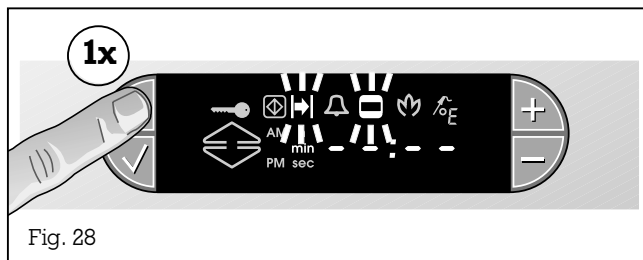

Fig. 28
- Appuyez 1 fois sur la touche ⌚ (horloge). Les symboles ⌚ (durée) et 🍲 (temps de cuisson) clignotent sur l'afficheur. Des tirets apparaissent sur l'afficheur (signification : pas de valeur programmée) (fig. 28).